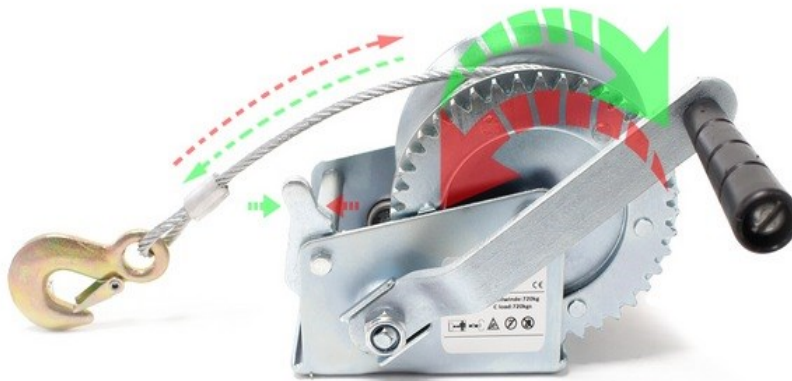

Fig. 2
3. Impostare il dispositivo di blocco a seconda dell'operazione da svolgere (tirare o srotolare, vedi fig. 2). Il blocco deve innestarsi completamente nella posizione finale. Non utilizzare mai il vericello senza il blocco inserito.